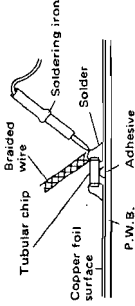

Figure 20-1
- Using a soldering iron, heat the solder at each terminal of the chip to get it absorbed into a braided wire applied thereon. See Figure 20-1.
1. Mit einem Lötkolben die Lötstellen der einzelnen Anschlüsse des Bauelements erhitzen, so daß es von der Entlötlitze, die dazugehalten wird, aufgenommen werden kann. Siehe Abbildung 20-1.